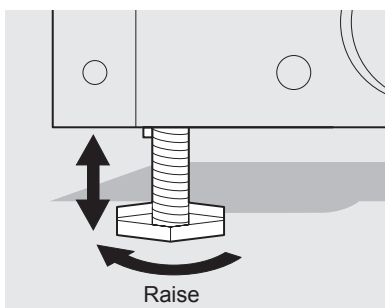

Figura 3
- 3 Use una llave inglesa para ajustar los tornillos de nivelación. Afloje los tornillos de nivelación de ambos lados en el sentido de las agujas del reloj hasta que toquen el suelo (figura 3).